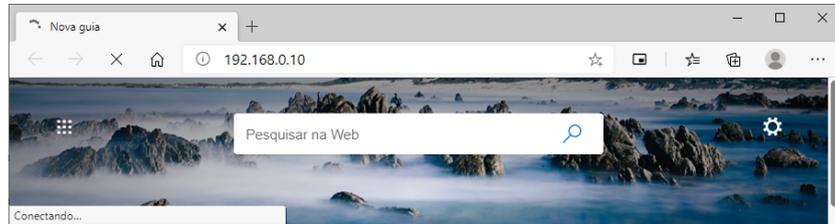

Figura 7.3: Conectando ao WEGscan 1000 via Ethernet
- Passo 2 (via Ethernet)** Abra no computador um navegador web. Digite o IP Ethernet padrão, **192.168.0.10**, na barra de endereços, conforme a Figura 7.3.